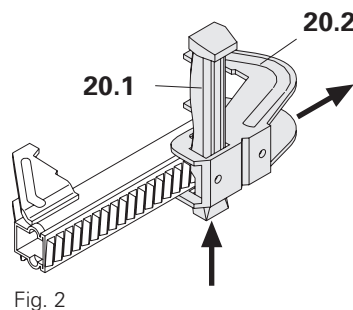

Fig. 2
2. Åbn skydedel **20.2**. Fig.2